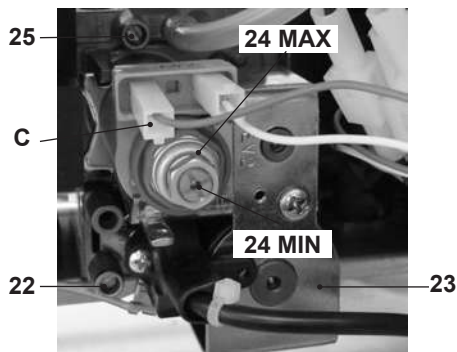

Fig. 7.3
- A caldaia spenta (fuori servizio), controllare la pressione di alimentazione utilizzando la presa 22 in Fig. 7.3 e confrontare il valore letto con quelli riportati nella tabella Pressioni di alimentazione gas nella sezione "Dati tecnici" pag. 22.
- Richiudere bene la presa di pressione 22 in Fig. 7.3.
- Aprire la presa di pressione 25 in Fig. 7.3 e collegare un manometro.
- Confrontare il valore di pressione misurato con quello indicato nelle tabelle "Pressione gas massima al bruciatore" Fig. 7.4 e Fig. 7.5. Per tarare la pressione al bruciatore agire sul dado esagonale grande in ottone dell'operatore modulante 24 MAX in Fig. 7.3 (ruotando in senso orario la pressione aumenta).
- Sconnettere il filo di alimentazione "C" dell'operatore modulante 24. Fare attenzione che non vada a toccare le parti metalliche della caldaia Fig. 7.3.
Per tarare la pressione al bruciatore agire sulla vite in plastica (24 MIN. in Fig. 7.3) tenendo fermo il dado esagonale in ottone grande (24 MAX. in Fig. 7.3) dell'operatore modulante (ruotando in senso orario la pressione aumenta).
- Collegare il filo di alimentazione "C" in Fig. 7.3 dell'operatore modulante.
- **Chiudere molto bene la presa di pressione 25 in Fig. 7.3.**
- Aprire la presa di pressione in Fig. 7.3 e collegare un manometro.